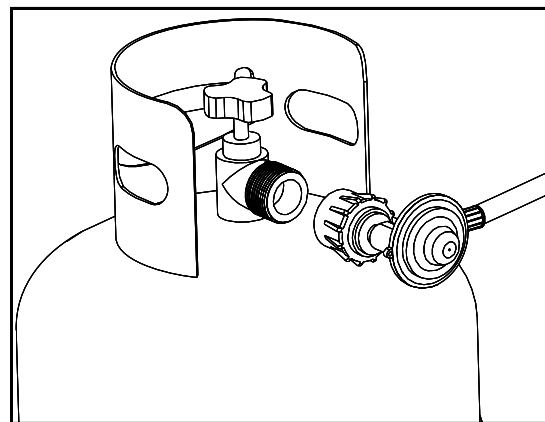

FIG. 1
4. Insérez la vanne de la bouteille de gaz dans l'ouverture fileté de la vanne du régulateur. Tournez la bouteille dans le sens horaire jusqu'à ce qu'elle ne bouge plus. Serrez uniquement à la main. **Fig 1.**